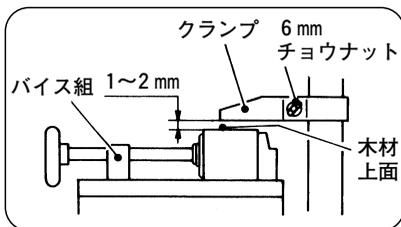

図 13
(2) 木材の浮き上がりを防止するため、クランプを木材上面から 1～2 mm 上の位置に 6 mm チョウナットで固定します。(図 13)